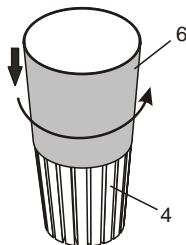

Fig. 3
5. Retirez le manchon de ponçage usé et glissez le nouveau manchon (6) sur le rouleau (4) (Fig. 3).